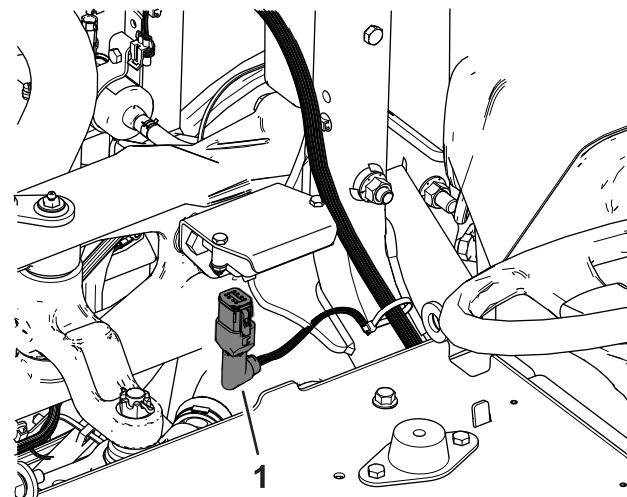
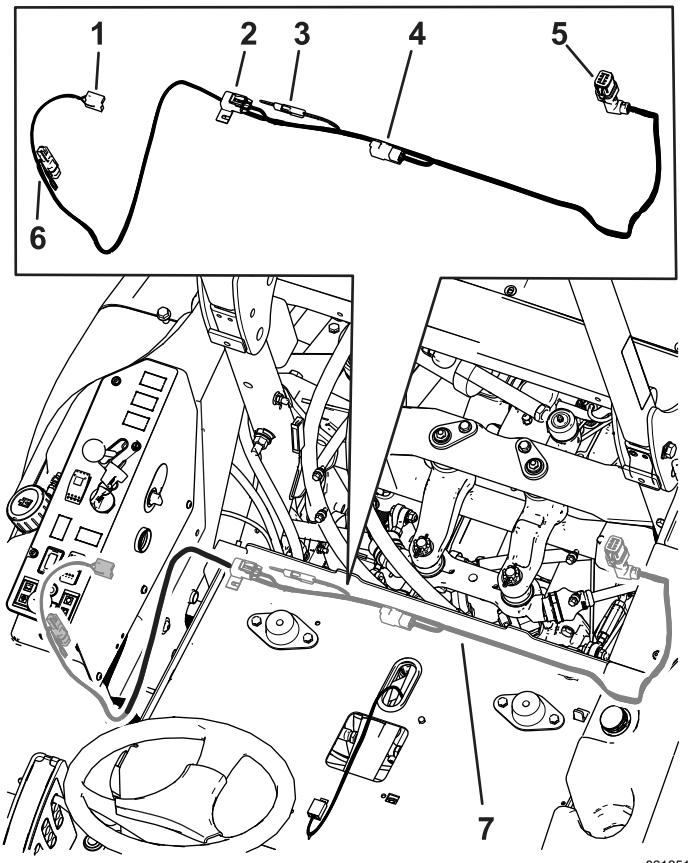

Bild 5
Bild 8
6. Verbinden Sie den 90° -Stecker mit dem Sensor (Bild 5 und Bild 8).
1. Verlegen Sie den Kabelbaum unter der Sitzwanne und entlang des vorhandenen Kabelbaums im Querkanal (Bild 8).
3. Verbinden Sie den mittleren Stecker mit den mit TELEMATICS oder EXPANSION (Bild 8) gekennzeichneten Anschluss des Maschinenkabelbaums.
4. Schließen Sie den Kabelbaum an der Leuchte und dem Signalgeber an (Bild 8).